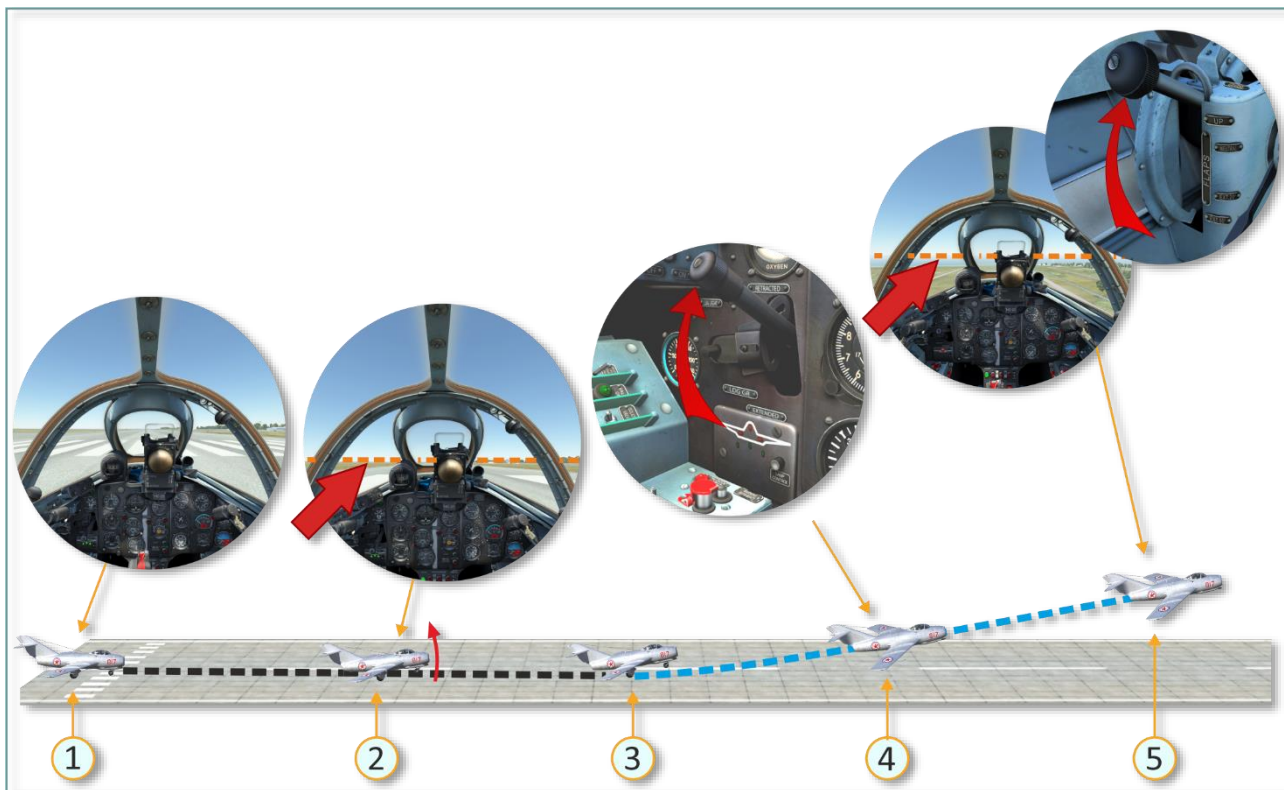

图 7.1. 起飞程序（橙色线指示地平线位置）
2. 速度到达 150-160 公里/小时，轻轻地向后拉杆以抬起前轮（1/4 到 1/3 的杆量）。飞机的驾驶舱应该和地平线对齐图 7.1，点 2。保持此姿态直至起飞。
4. 离地 10-15 米速度达到 350-400 公里/小时时，收起起落架（需要 6-8 秒）。利用信号灯检查是否成功收回起落架（红色）机械指示器（收回）以及液压系统中的压力（120-140 千克/平方厘米）将起落架杆放至中间位置插销打开，图 7.1，点 4。
5. 保持 IAS 500 公里/小时 爬升率 7-8 米/秒的同时降低发动机转速。爬升过程中机鼻相对于地平线的位置见图 7.1，点 5。
- 根据图 7.1，状态 2（抬起前轮）设定参照物然后缓慢地移动驾驶杆并持续加速至起飞速度；